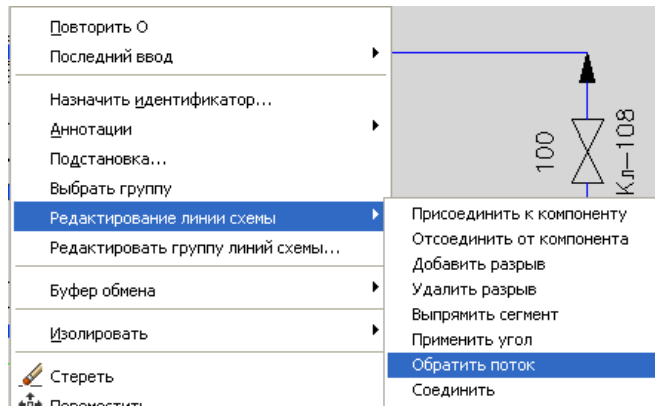

Рис. 21
- обратный клапан автоматически ориентируется согласно направлению потока. Убедитесь в этом, щелкнув правой кнопкой мыши на участке линии, на котором размещен обратный клапан, и выберите команду **Редактирование линии схемы** → **Обратить поток** (Рис. 21);